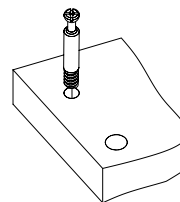
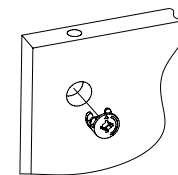

Рис.1
Рис.2
1. Вкрутите шпильки минификсов в детали 1, 2, 3, 4, 5, 6, 7, 8, 9 (Рис.1). Вставьте головки минификсов в детали 7, 8, 10, 12, 13 (Рис.2).